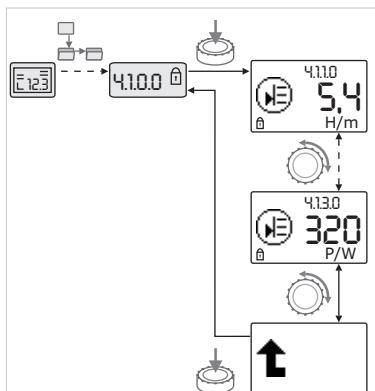

Fig. 33: Activar informações
- Ao rodar o botão branco pode-se comandar elementos de menu do tipo “Informação” do submenu actual (ver fig. 33). A explicação das regulações representadas pelos símbolos encontra-se na tabela do capítulo 8.7 “Elementos de menu de referência” na página 215.